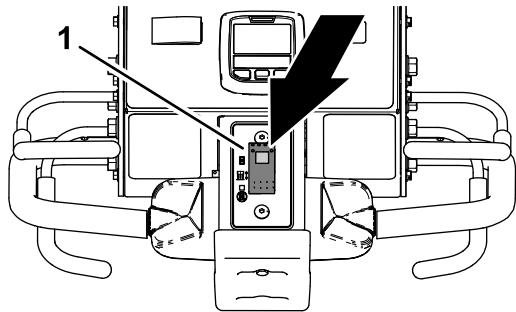

Figura 89
- Pulse la parte superior del interruptor de control de descenso (Figura 89) hasta la posición de DESCENSO RETARDADO.